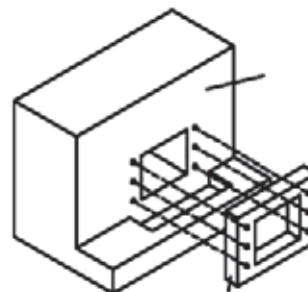

Рис. 1
- Приложите корпус к стене и выровняйте его по каналу для того, чтобы сделать отверстия в стене (рис. 1).